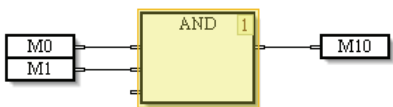

图 12-15 新增的输入接脚
(3) 此逻辑闸便会在最下方新增一个输入接脚，如图 12-15。